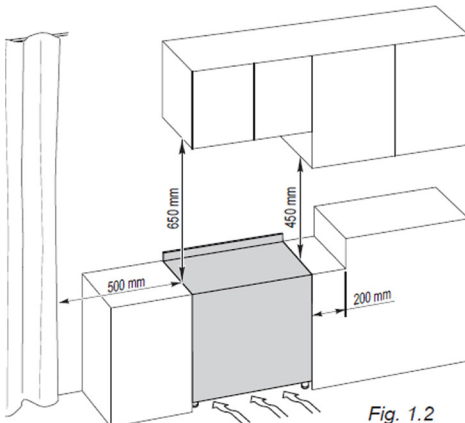

Fig. 1.2
• **Klasse 2 – Unterklasse I (Abb. 1.2)**